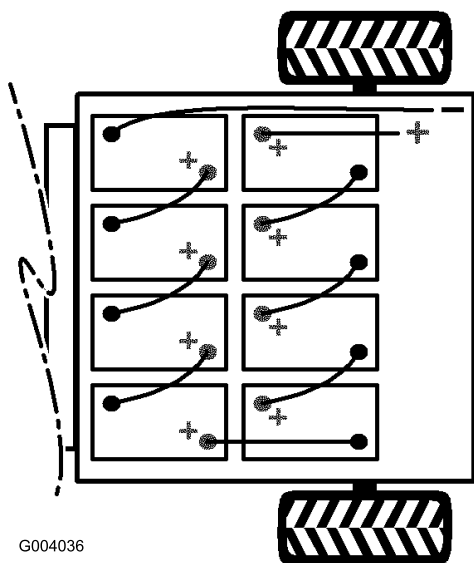

図 6
4. バッテリーは 図 6 のように配置する。
注 バッテリーを新しく積み込む場合には、極性に十分注意してください（図 6）。
9. マイナスのメイン・ケーブル（黒）でバッテリーを車両に接続する（図 6）。
6. 図 6 に示すように、付属部品に入っているバッテリー・ケーブルで、バッテリーを相互に接続する。ケーブルが、鋭利な金属部などに触れないよう、注意すること。
7. ボルトを締めつけ、新しいボルト（&ボルト 5_16x3_4）とフランジ・ナット（ナット 5_16;）でクリップのもう一方の側を固定する（図 6）。
8. プラスのメイン・ケーブル（赤）でバッテリーを車両に接続する（図 6）。